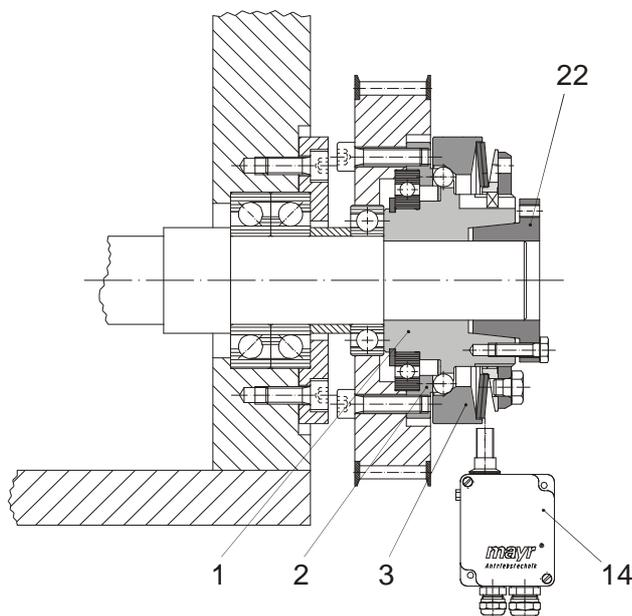

Bild 3
Liegt die resultierende Radialkraft des Abtriebs Elements annähernd in der Mitte des Kugellagers (7), kann auf eine zusätzliche Lagerung des Abtriebs Elementes verzichtet werden. Bei sehr breiten Abtriebs Elementen und bei einem Kraftangriff der resultierenden Radialkraft außerhalb der Lagermitte wird das Abtriebs Element zusätzlich auf der Welle gelagert, Bild 3.
Es ist darauf zu achten, dass die Lagerung des Abtriebs Elementes als Festlager (Bild 3) ausgeführt wird.